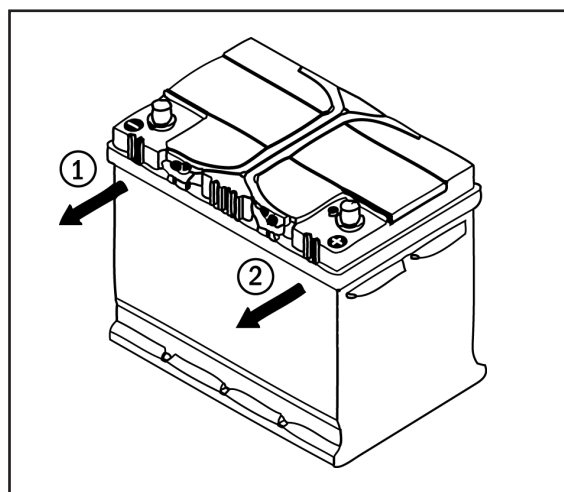

Fig. 1: Staccare la batteria
- Staccare per primo il polo NEGATIVO e dopodiché il polo POSITIVO (vedere Fig. 1).